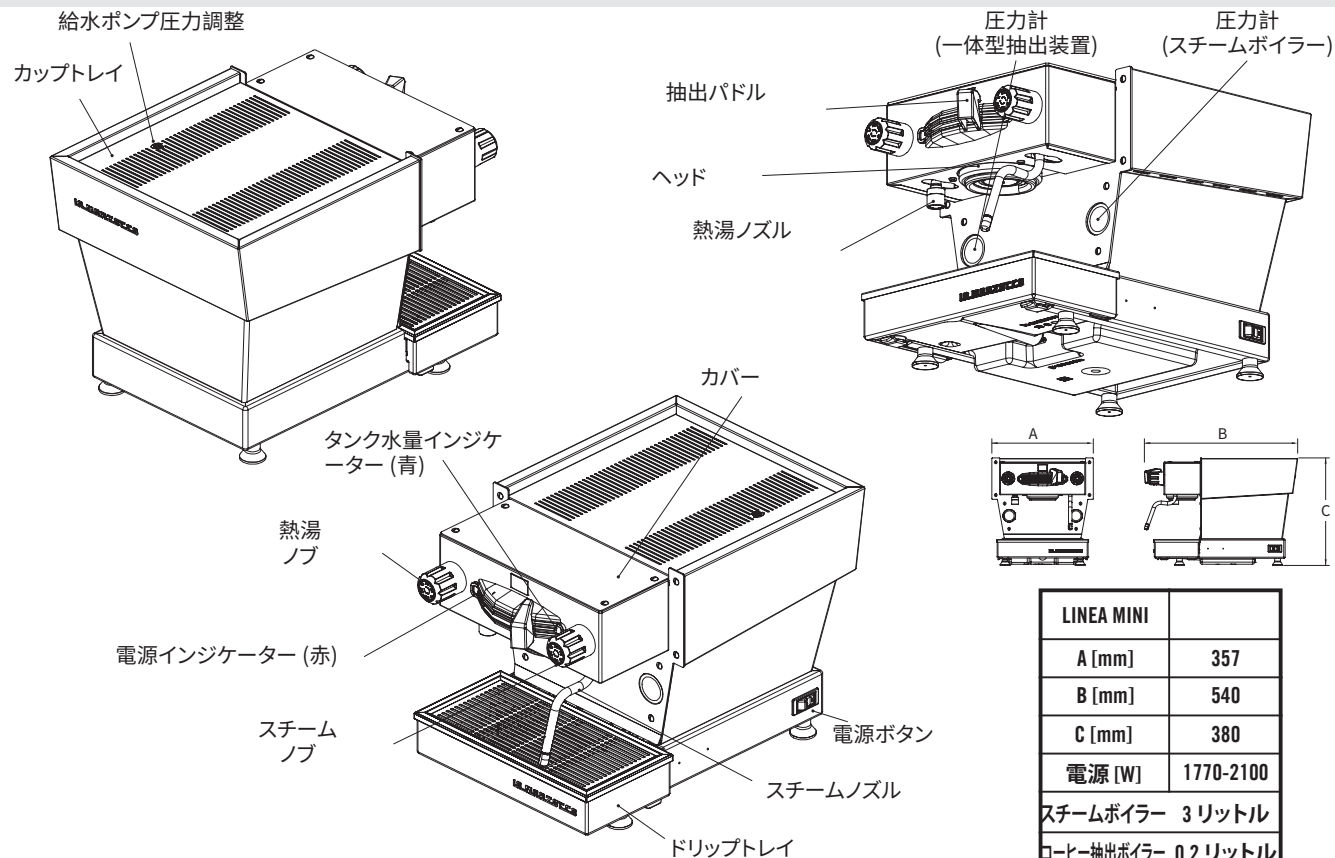

図 1 - マシン各部名称
**2. コーヒーを入れる** これで、フィルターホルダーを外して、コーヒーを入れることができます。フィルターホルダーにセットした1杯用または2杯用フィルターにコーヒー粉を入れます。専用のダンパーでコーヒー粉を押して、フィルターホルダーを mini シリーズにセットします。パドルを右から左にスライドさせて、抽出を開始します (8 ページの図 1 を参照)。